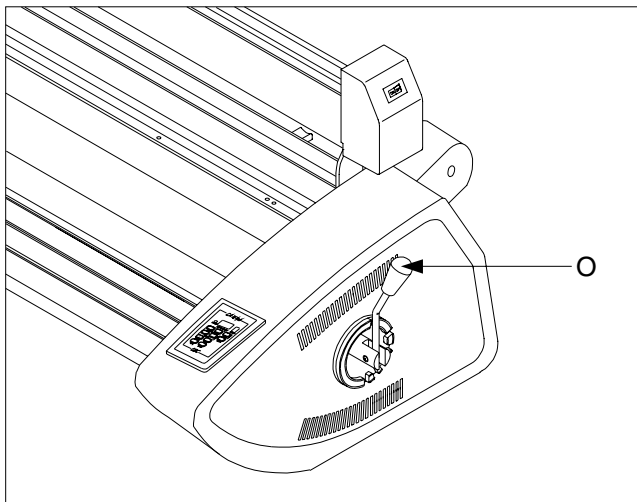

Fig. 7
**O. ROLLER PRESSURE HANDLE:** Adjusts the amount of roller pressure needed for various laminating and mounting applications, (Figure 7).
**O. WALZENDRUCKHEBEL:** Zum Einstellen des erforderlichen Walzendrucks für verschiedene Laminier- und Aufziehaufgaben (Abb. 7).
Hiermee wordt de roldruk ingesteld die nodig is voor verschillende lamineer- en opplaktoepassingen, (zie afb. 7).
permet de régler la pression des rouleaux en fonction des divers films et supports utilisés (Figure 7).